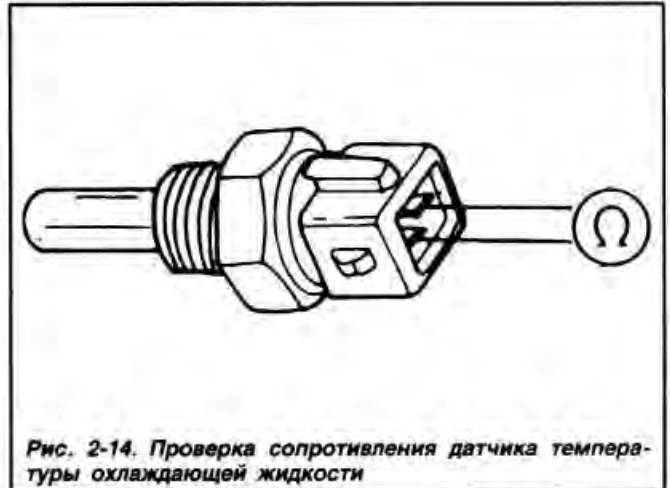

Рис. 2-14. Проверка сопротивления датчика температуры охлаждающей жидкости
- Присоединить омметр к выводам колодки датчика (рис. 2-14) и, погружая датчик в охлаждающую жидкость, проверить сопротивление датчика, которое должно быть в пределах 8,26-10,56 кОм при температуре от -7 до -13°C, 2,2-2,7 кОм при температуре 17-23°C и 0,29-0,364 кОм при 79-81°C.